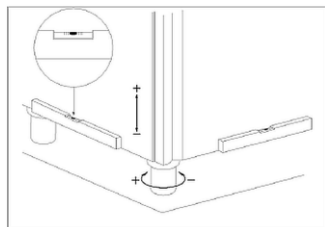

Fig. 2
- Utiliser un niveau à bulles, comme montré sur la fig. 2.